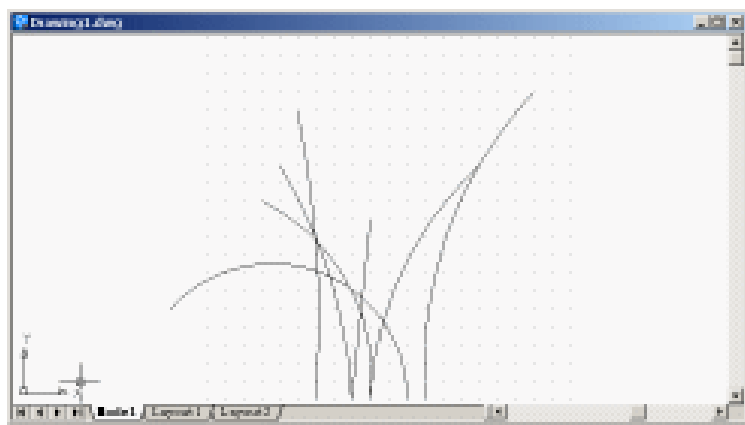

图 4.3 绘制叶片
(2) 用 LINE 命令和 ARC 命令绘制叶片, 如图 4.3 所示。